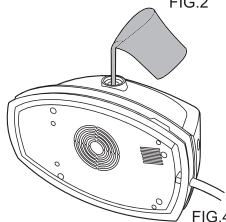

FIG.4
6. Encher a caldeira novamente com água (certificar-se de que se utiliza água da torneira) e abanar novamente. (Fig4, 5 e 6)